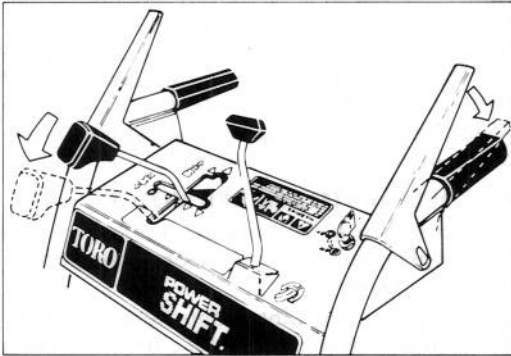

Abbildung 14
2. Um die Räder in die Vorderstellung oder Rückwärtsstellung zu bringen, die Schaltscheibe komplett nach vorn in die Power Shift-Stellung bringen und halten (Abb. 14).
3. Den Antriebshebel voll einrasten, um die Räder in die Power Shift-Stellung zu bringen (Abb. 14 und 15).